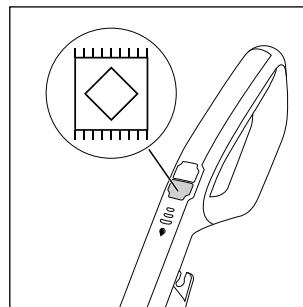

Fig. 17
- ◆ Para encender el aparato, pulse el interruptor de alfombras/moquetas ⑬ (consulte la fig. 17). Tras esto, el led del interruptor de alfombras/moquetas ⑬ se enciende en azul.
- Si durante la limpieza de alfombras/moquetas, se pulsa el interruptor de la solución de limpieza ⑯, el aparato aplica el doble de solución de limpieza en el rodillo de cepillos ⑥ que la que se emplea para los suelos normales.
- Para que las alfombras/moquetas se sequen con mayor rapidez tras la limpieza, pase varias veces el aparato por la alfombra/moqueta. Para ello, no active la función de rociado permanente ni mantenga pulsado el interruptor de la solución de limpieza ⑯.
- ◆ Para apagar el aparato, vuelva a pulsar el interruptor de alfombras/moquetas ☒ ⑯ (consulte la fig. 17).